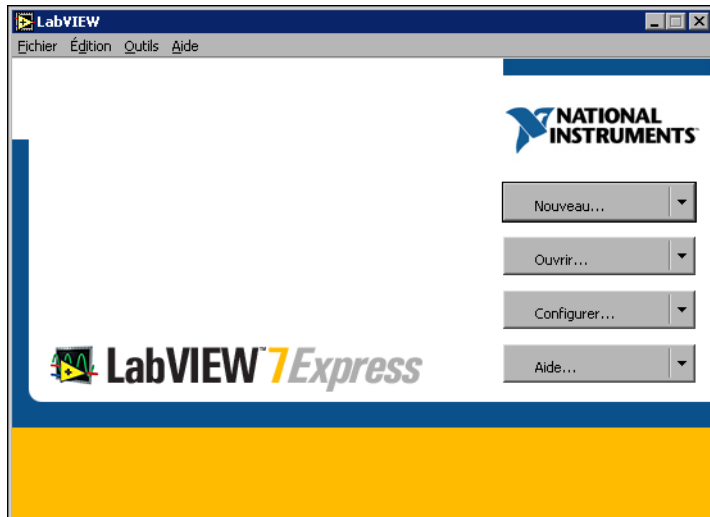

Figure 1-2. Boîtes de dialogue LabVIEW
2. Dans la boîte de dialogue **LabVIEW**, représentée dans la figure 1-2, cliquez sur le bouton **Nouveau** pour ouvrir la boîte de dialogue **Nouveau**.